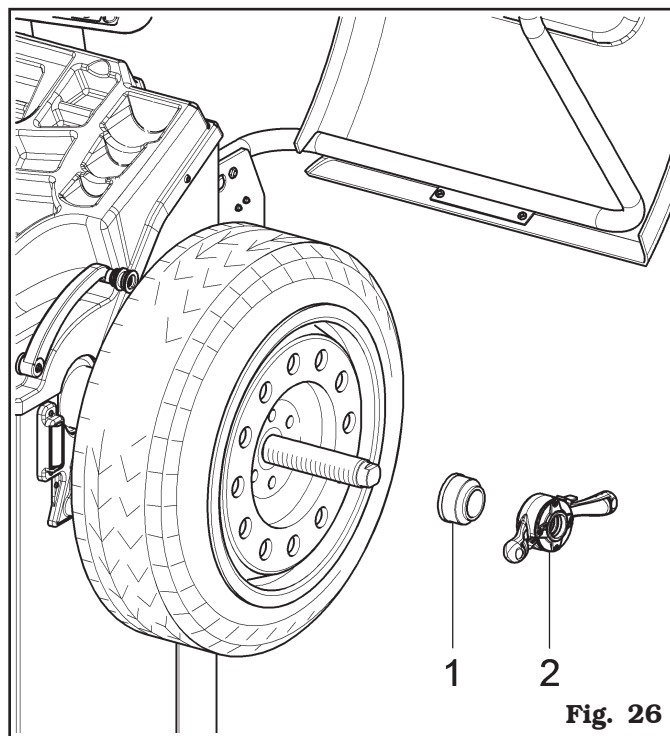

Fig. 26
4. Sätt i skyddshylsa (**Fig. 26 ref. 1**) i ansatsringen (**Fig. 26 ref. 2**) och fäst mot hjulet.